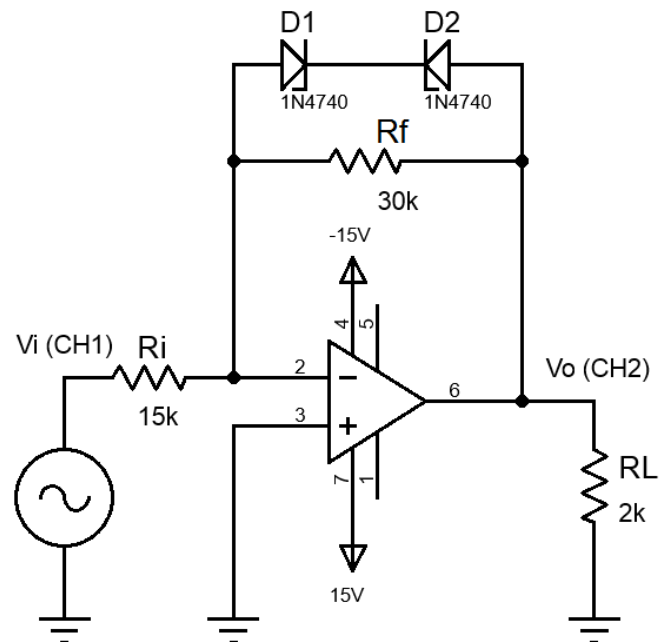

Figura 6. Amplificador Inversor e Terra Virtual com conexão *back to back*. Adaptado de [3].
- Instale os dois diodos Zener de 10V *Back to Back* como indicado na figura 6.